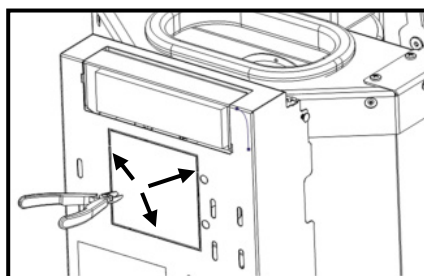

Figura 113 – Remoção tampo posterior salamandra
f) Na parte posterior do equipamento remover a tampa assinalada na Figura 113, cortando nas zonas assinaladas com um alicate de corte.